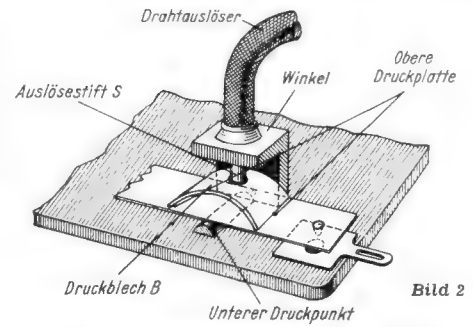

Bild 2
**Bild 2** zeigt ein Hilfswerkzeug, das zur Nachjustierung müde gewordener Wellenschalterfedern bestimmt ist. Um solche Federn exakt biegen zu können, muß an drei Druckpunkten gleichzeitig angesetzt werden, was mit einer Rund- oder Flachzange nicht zu erreichen ist. Zudem sind die Wellenschalter oft so montiert, daß ein Herankommen mit einer starren Zange nicht möglich ist. Um diesem Übelstand zu begegnen, wurde eine biegsame Druckvorrichtung entworfen, die in der Hauptsache aus einem der bekannten Drahtauslöser für Fotoapparate besteht. An den beweglichen Auslösestift S wird ein halbrund gebogenes Blech B angelötet. Das Schraubgewinde des Auslösers löten wir in einen kleinen Metallwinkel ein, an dessen unterer Kante ein halbrunder Stift befestigt wird. Dieser Stift stellt den unteren Druckpunkt dar und hebt die zu biegender Feder genügend vom Gegenkontakt ab. Durch Druck auf den Auslöser kann die Feder bequem nachgebogen werden, so daß sie wieder einwandfrei Kontakt gibt.